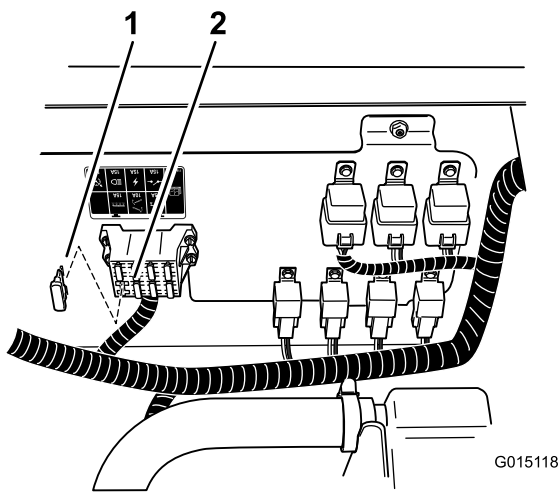

Figura 30
6. Instale un fusible de 10 amperios en el bloque de fusibles (Figura 30).